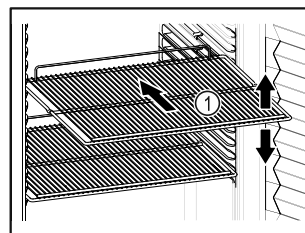

Fig. 57
- Εάν οι σχάρες Fig. 57 (1) είναι ρυθμιζόμενες, προσαρμόστε τα ανάλογα με το ύψος.